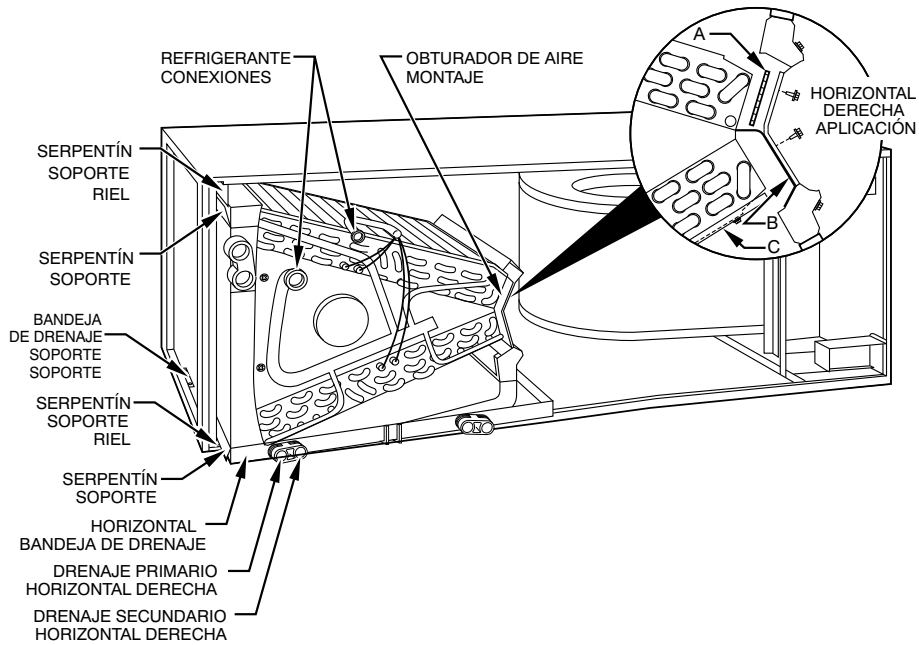

Fig. 6: Conversión para aplicaciones horizontales derechas - Serpentín en A
1. Retire los paneles de acceso del ventilador y del serpentín, y el panel de conexión (Fig. 6).
1. Retire los paneles de acceso del ventilador y del serpentín (Fig. 6).
- a. Quite los cuatro tornillos para retirar el conjunto de obturador de aire del serpentín (Fig. 6).